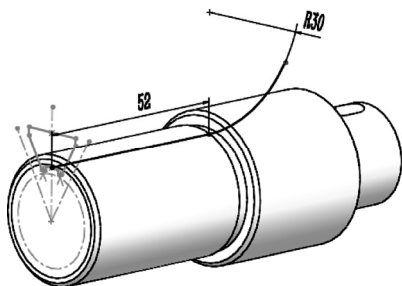

图 8-18 标注尺寸
**03** 标注尺寸。单击“草图”控制面板中的“智能尺寸”按钮, 或选择菜单栏中的“工具”→“标注尺寸”→“智能尺寸”命令，标注扫描路径的水平尺寸为 52mm，圆弧大小根据刀具实际尺寸设置为 30mm，如图 8-18 所示（注意：弧部分一定要超出直径为 38mm 的轴径表面，才能反映实际的加工状态）。选择菜单栏中的“插入”→“退出草图”命令，退出草图绘制。